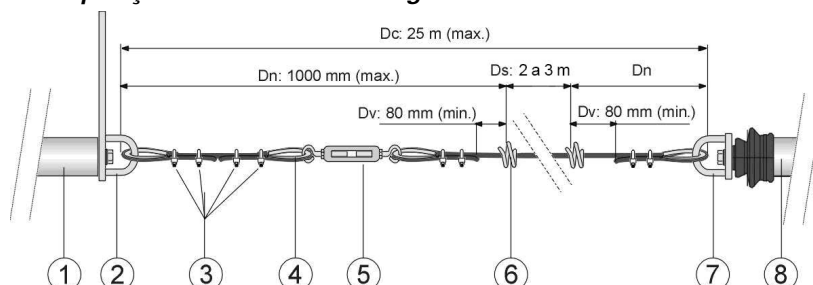

Fig. 1 – diagrama de montagem da chave com os acessórios
Há 2 tipos de alças, de acordo com o mecanismo ao qual está ligado (ver fig. 1): alça de emergência (com uma bandeira bem longa e destacada e com uma alavanca de rearme azul), e a alça de sinalização de cabo frouxo (curta, com uma sanfona de neoprene). As chaves podem possuir uma ou duas alças de emergência; uma ou duas alças de detecção de cabo frouxo ou ainda ter uma alça de emergência e outra alça para detecção de cabo frouxo. Ver as opções no item 1 deste manual.